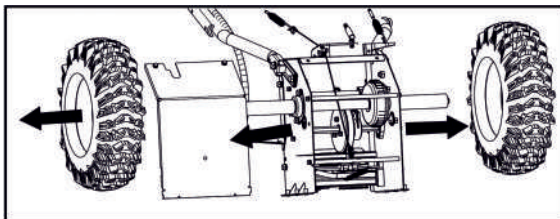

Рис. 27
2. Снимите крышку рамы из-под снегоуборщика, открутив четыре самореза крепления крышки. Снимите правое и левое колеса, вынув винт и шайбу, крепящие его к оси (рис. 27).